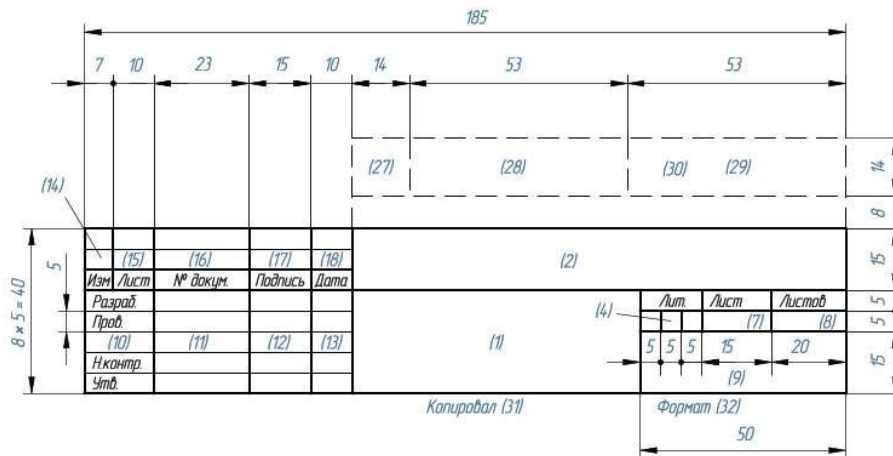

Рисунок 2
7. Где используется основная надпись формы 2 (рисунок 2)